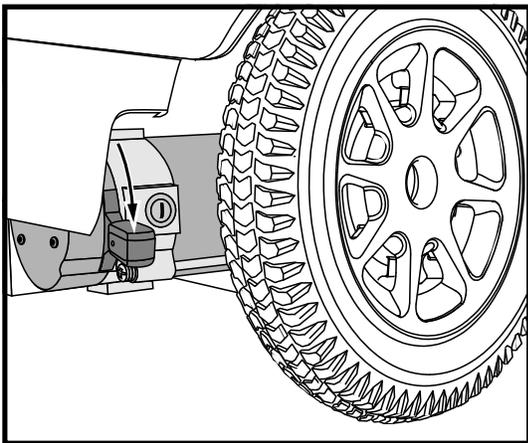

Figure 7. Mode « roues libres » (débrayé)
1. Poussez les deux leviers vers le bas pour débrayer les freins et passer en mode « roues libres ». Voir la figure 7.